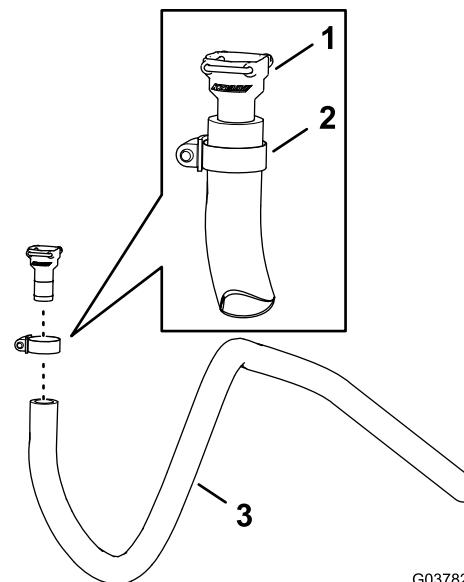

图97
1. 使用软管夹将在准备切断阀\(页码33\)的步骤2中卸下的直通宝塔接头3/4英寸安装到软管1.3 x 180cm上图97。